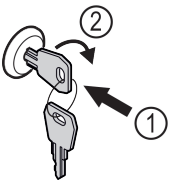

Fig. 91
- ▶ Uvucite ključ Fig. 91 (1).
- ▶ Okrenite ključ za 90° nadesno Fig. 91 (2).